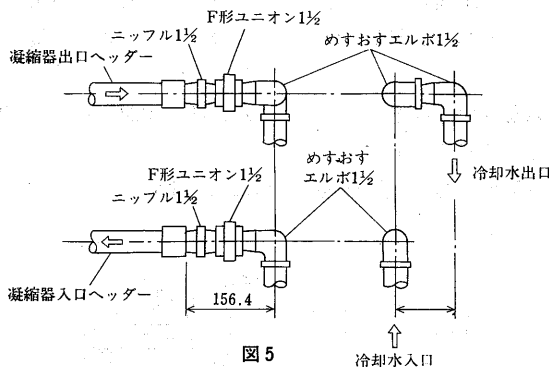

図5
- 床下配管の場合の冷却水出入口配管は下図5のように配管してください。